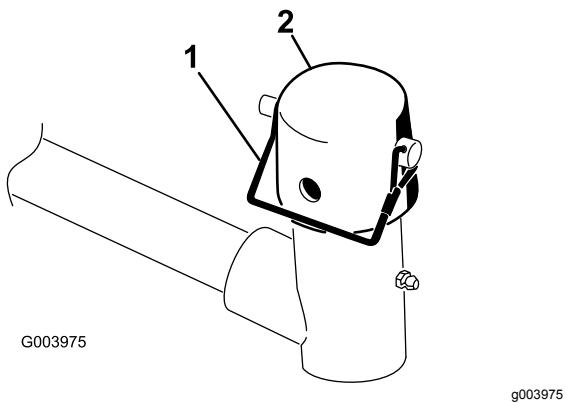

図 10
7. 昇降アームのピボットヨークからスナップピンとキャップを取り図 10。
11. スナッパピンを使って、キャップとキャリアフレームのシャフトとを昇降アームのヨークに固定する。カッティングユニットをステアリングモードで使う場合はスロットを使い、固定モードで使用する場合には、穴を使う図 10。